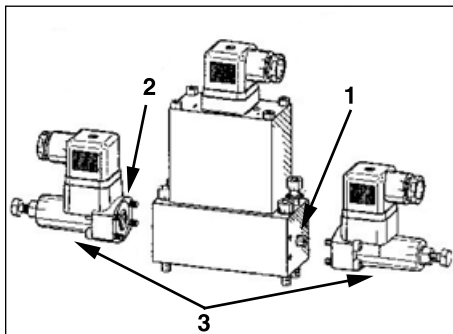

Abbildung 3
1. Kopfschraube und Unterlegscheibe aus dem Ende des Ventilgehäuses entfernen, das dem Anschluß, dessen Druck gemessen wird, am nächsten gelegen ist. (Siehe Abb. 3, Nr. 1)
2. O-Ring-Dichtung auf Druckschaltermontagefläche mit Hydrauliköl einfetten. (Siehe Abb. 3, Nr. 2)
3. Den Druckschalter auf dem Ventilende einbauen. Dazu die im Lieferumfang des Schalters enthaltenen Kopfschrauben verwenden und auf 4 Nm (3 ft.-lb.) anziehen. (Siehe Abb. 3, Nr. 3)